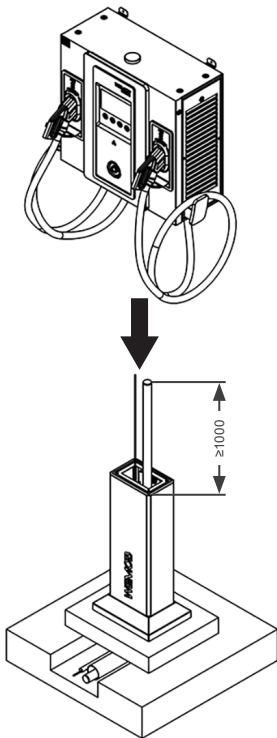

Figura 4.1: Exemplo fixação da estação WEMOB-STATION (60/80 kW) no totem - mm
Finalizada a fixação do Totem à base de concreto, deve-se realizar a fixação da estação de recarga. A mesma deve ser feita através dos quatro (04) pontos nela existentes, utilizando quatro (04) parafusos sextavados M6, torque de aperto recomendado é de 10 Nm, de modo a garantir uma fixação segura para a estação de recarga e para o operador, conforme a Figura 4.1.